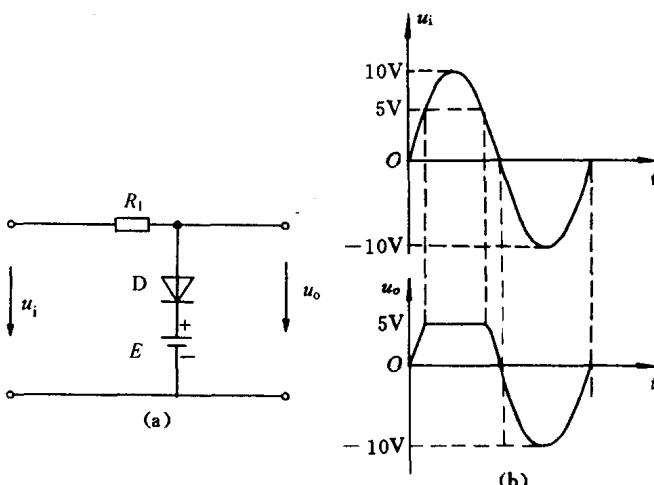

图 1-5 例题 1-1 的图
**例 1-1** 在图 1-5(a) 中,  $E = 5 \text{ V}$ , 输入电压  $u_i$  如图 1-5(b) 所